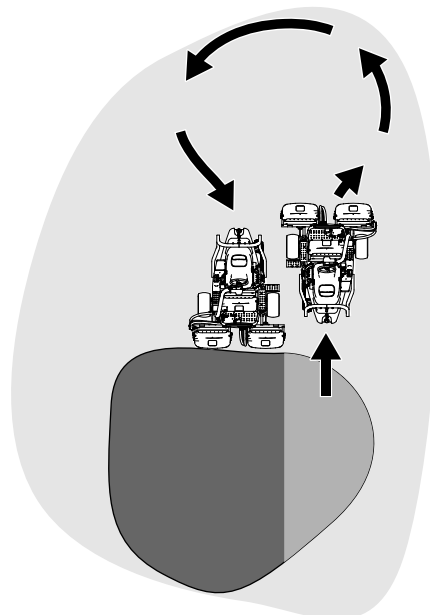

图25
6. 要缩短下一趟剪草的操作时间并方便剪出直线应轻轻朝相反方向转动机器然后再转向未剪部分。此动作是一个泪滴状的转弯图25可将机器快速对齐进行下一趟剪草。